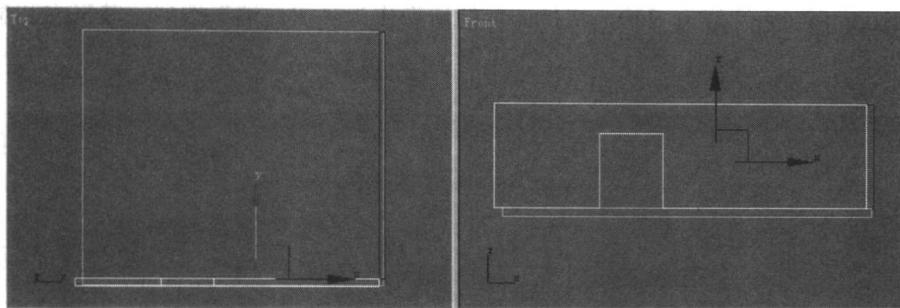

图 1-7 “墙体 02”造型
- ④ 在修改命令面板的 Modifier List(修改器列表)中选择 Extrude(拉伸)命令，在 Parameters(参数)卷展栏中设置 Amount(数量)的值为 240，将拉伸后的造型作为“墙体 02”造型，其形态和位置如图 1-7 所示。